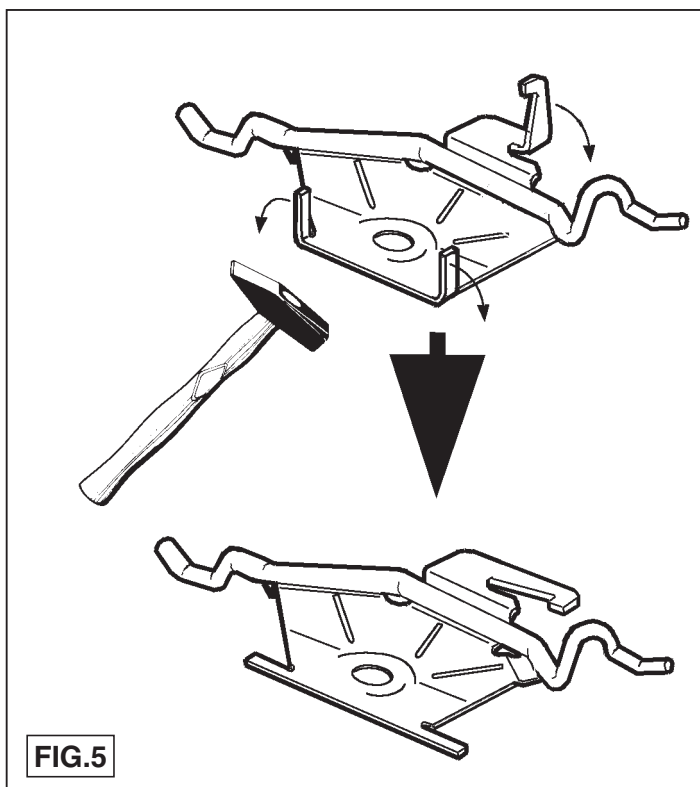

FIG.5
- * **Voor alle typen vanaf 1999 geldt:** Buig de opstaande lippen van de uitlaatbevestiging overeenkomstig fig.5 recht.
- * **For all post-1999 models:** Bend the protruding exhaust fitting lips straight, as shown in Figure 5.
* **Für alle Typen ab 1999 gilt:** Die aufgerichteten Lippen der Auspuffhalterung gemäß Abb. 5 gerade biegen.
- **Typy od 1999** : wyprostowaną krawędź ściętą pierścienia samouszczelniającego wygiąć wg. rys. 5.
* **Pour tous les types à partir de 1999** : Redresser les languettes verticales de la fixation d'échappement conformément à la fig. 5